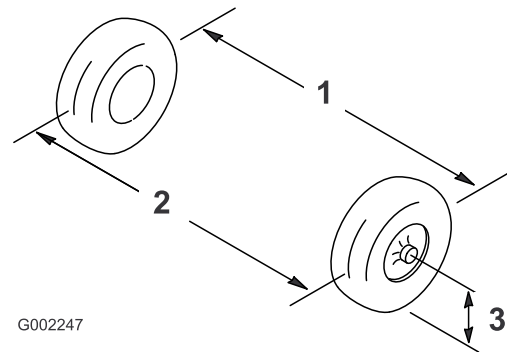

Bild 84
2. Messen Sie den Abstand zwischen beiden Vorderreifen auf Achshöhe (an der Vorder- und Rückseite der Vorderreifen) (Bild 84).